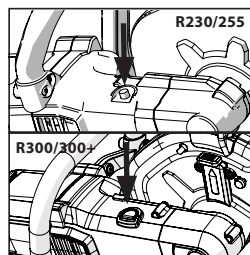

FIG. 2
- Spingere il blocco del mandrino per bloccarlo. **(Fig. 2)**